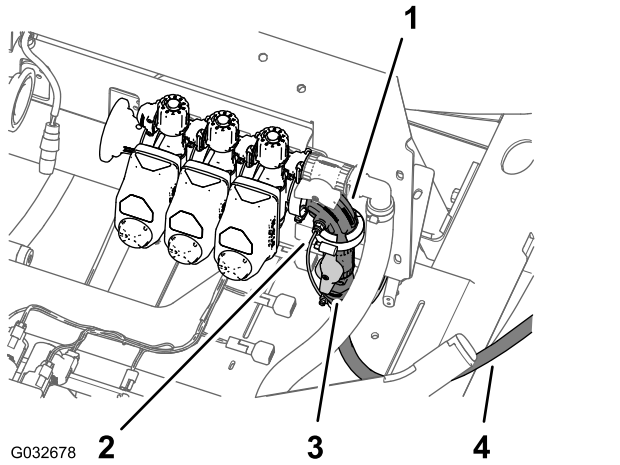
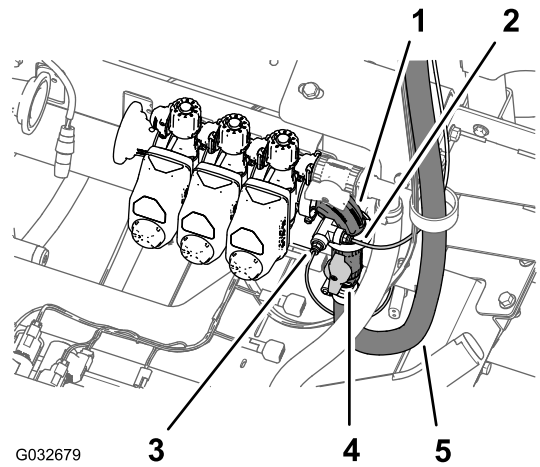

Figura 26
Figura 27
1. Presione el anillo del acoplamiento del tubo en el codo de 90° de la válvula de sección de brazo derecha (Figura 26 o Figura 27).
2. Tire del tubo del sensor de presión del indicador del salpicadero para sacarlo del acoplamiento del tubo (Figura 26 o Figura 27).